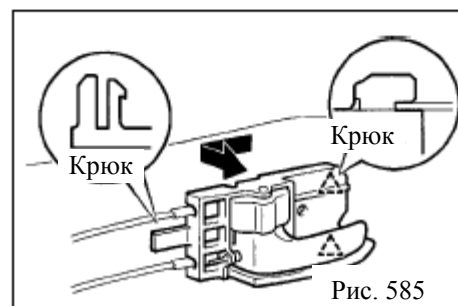

Рис. 585
4. Снимите 2 крючка, снимите внутреннюю ручку левой задней двери и отсоедините от нее 2 троса. (рис. 585)